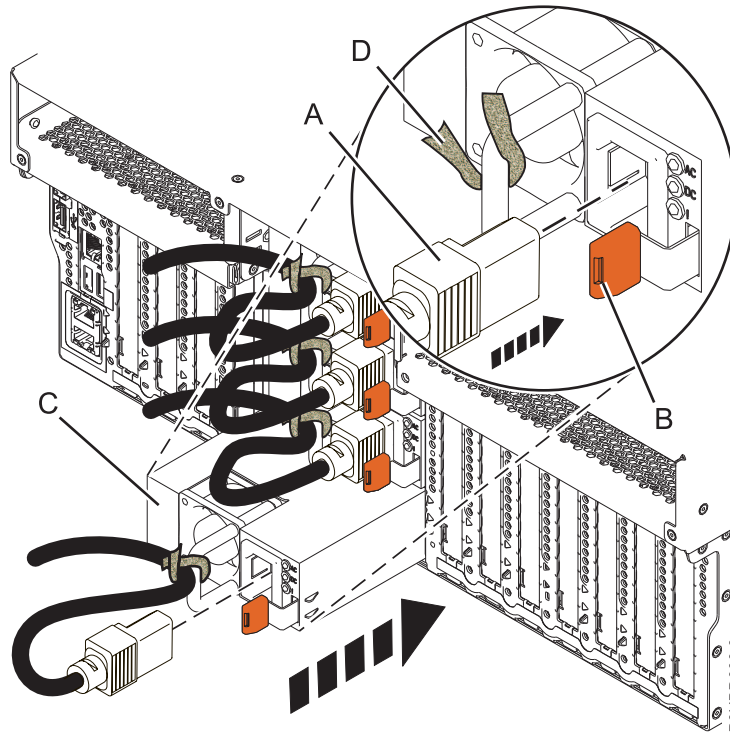
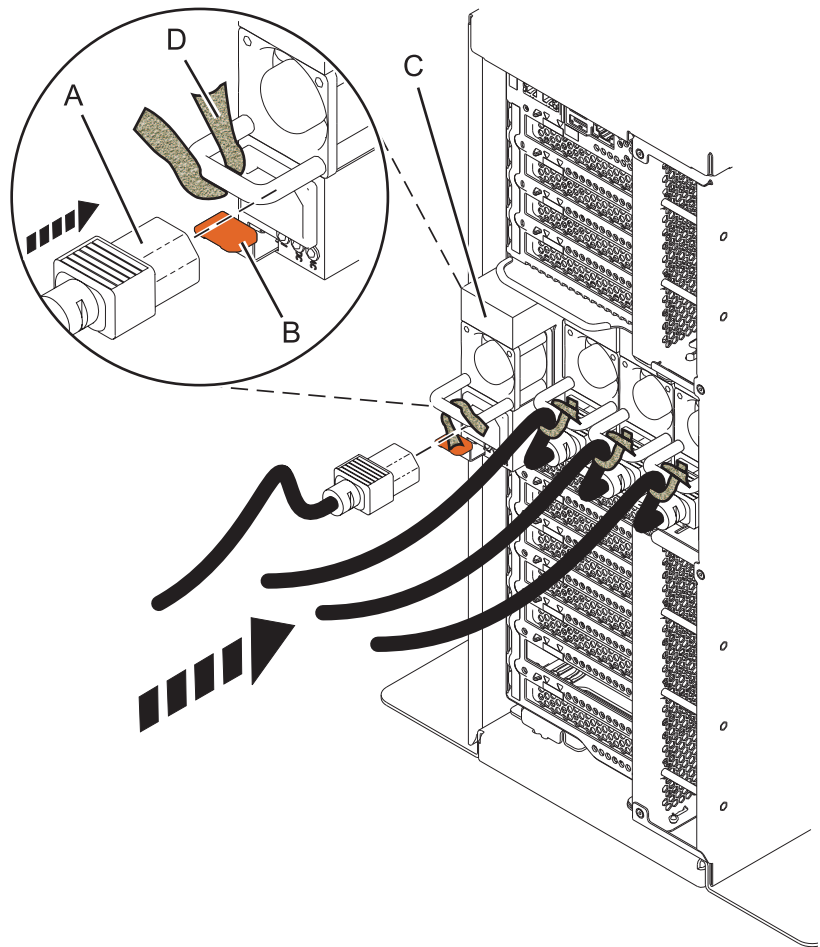

Figura 21. Sustitución de una fuente de alimentación en un sistema montado en bastidor
Figura 22. Sustitución de una fuente de alimentación en un sistema autónomo
3. Alinee la fuente de alimentación (C) con la bahía e inserte la fuente de alimentación en el sistema hasta que el pestillo de color terracota (B) quede encajado en su posición, tal como se muestra en Figura 21 de un sistema montado en bastidor y Figura 22 en la página 25 de un sistema autónomo.
4. Enchufe el cable de alimentación (A) a la fuente de alimentación (C), tal como se muestra en Figura 21 en la página 24 de un sistema montado en bastidor y Figura 22 de un sistema autónomo.
5. Mediante el cierre de velcro (D) enrolle el cable de alimentación en el asa de la fuente de alimentación, tal como se muestra en Figura 21 en la página 24 de un sistema montado en bastidor y Figura 22 de un sistema autónomo.